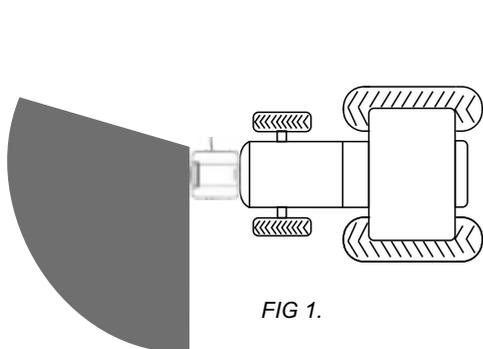

FIG 1.
**ETAPA 21** - Con el MS conectado y la Palanca de Dosificación bloqueada (anteriormente ajustada), observe el área de distribución de los insumos, y luego ajuste el **Registro de Posición** y la velocidad en el **Panel de Control** de forma que el área de distribución quede lo más uniforme y centrado que sea posible - **vea un ejemplo en los diseños en la página siguiente, Figs. 1 y 2).**